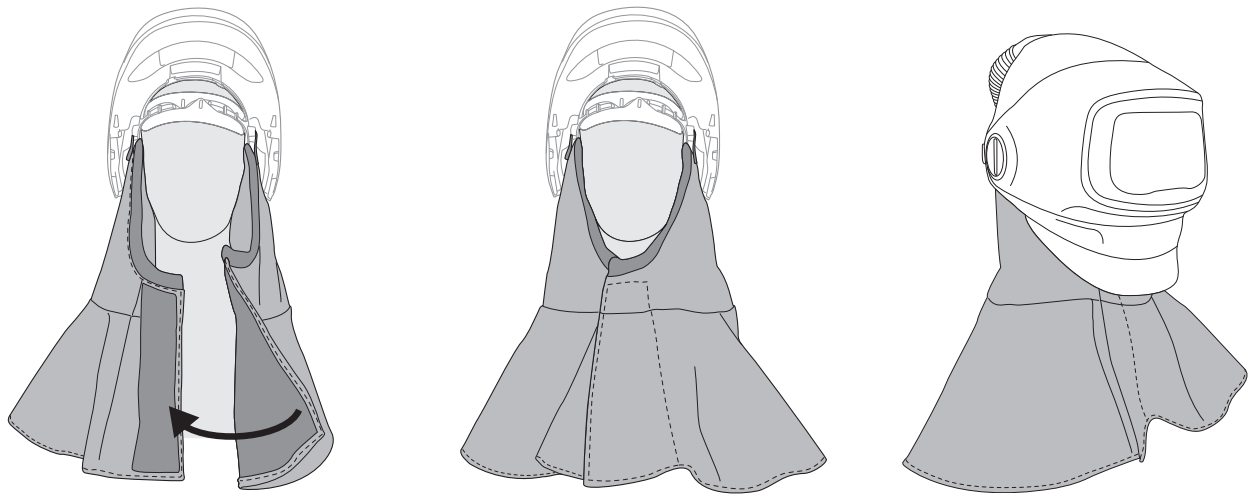

Fig. 18g
f. Pour enfiler le masque de soudeur avec la cagoule, ouvrir le joint à attaches à boucle et à crochet, placer la cagoule derrière la tête, puis abaisser le masque de soudeur. Ensuite, serrer la coiffe et refermer les attaches à boucle et à crochet situées à l'avant de l'utilisateur (Fig. 18g).